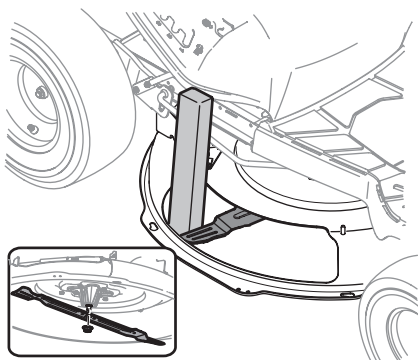

Figure 23
2. Insérez une cale en bois ou un morceau de poutre de au moins 51 mm x 102 mm (2" x 4") dans l'ouverture du plateau de coupe et faites tourner la lame jusqu'à ce que la cale se coince entre l'ouverture du plateau de coupe et la lame, comme à la Figure 23.